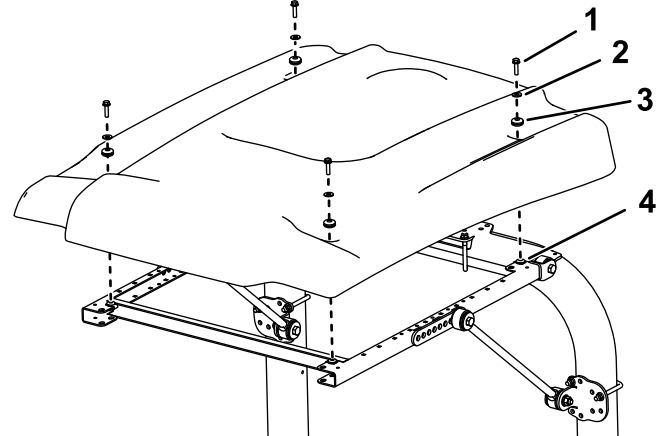

Bild 14
16. Positionieren Sie das Sonnendach beim Ausfluchten der Befestigungslöcher am Rahmen wie in Bild 14 abgebildet.
17. Befestigen Sie jede Ecke des Sonnendachs mit einer Bundkopfschraube ($\frac{5}{16}$ " x $1\frac{1}{4}$ "), einer kleinen Scheiben und einer Scheibe lose am Rahmen (Bild 14).